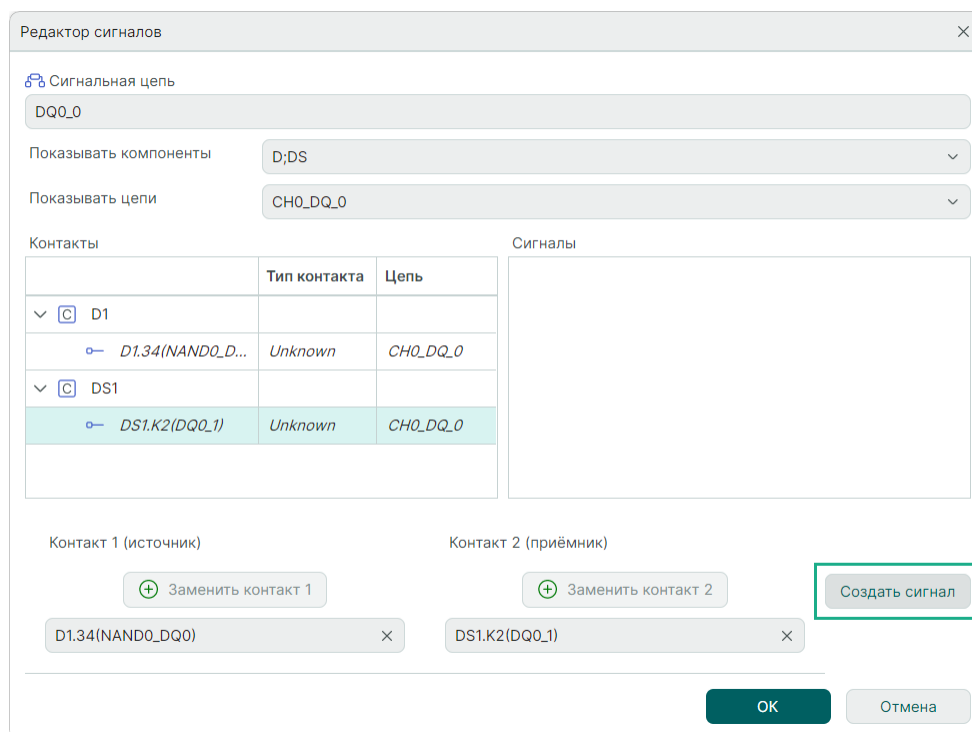

Рис. 148 Формирование пары источника и приемника сигнала
6. По завершении нажмите кнопку «Создать сигнал», см. Рис. 148.